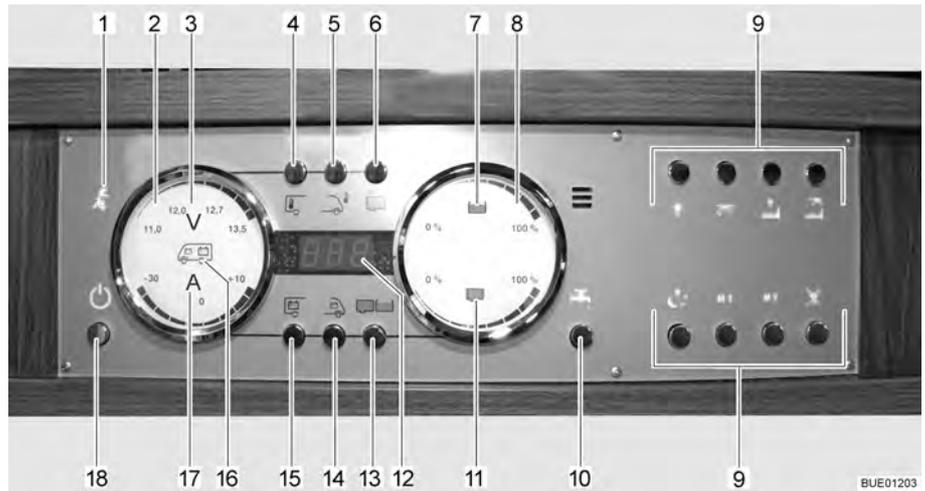

Fig. 111 Pannello di controllo LT 510
La spia di controllo a 230 V (Fig. 111,1) si accende quando all'ingresso della centralina elettrica è presente una tensione di rete.
L'interruttore principale a 12 V (Fig. 111,18) inserisce o disinserisce il pannello di controllo e l'alimentazione a 12 V dell'abitacolo.
- Premere brevemente il tasto dell'alimentazione a 12 V (Fig. 111,18). L'alimentazione a 12 V dell'abitacolo è inserita. L'indicatore di controllo "12 V" si accende.
- ▷ Se dopo l'accensione il LED "11,0" dell'indicazione dei Volt nonché il simbolo dei Volt "V" (Fig. 111,3) nell'indicatore delle batterie (Fig. 111,2) lampeggiano, significa che la tensione della batteria dell'abitacolo è insufficiente. Caricare la batteria.
- ▷ Se dopo l'accensione l'indicatore di controllo "12 V" e il simbolo dei Volt "V" (Fig. 111,3) lampeggiano tre volte, significa che la separazione della batteria è attivata. Disattivare la separazione della batteria.
- Premere brevemente il tasto dell'alimentazione a 12 V (Fig. 111,18). L'alimentazione a 12 V dell'abitacolo è disinserita. L'indicatore di controllo "Alimentazione a 12 V" si spegne.
- Premere il tasto della batteria dell'abitacolo (Fig. 111,15) e tenerlo premuto per ca. 10 secondi. Il simbolo dei Volt "V" (Fig. 111,3) e l'indicatore di controllo "12 V" lampeggiano tre volte. La batteria dell'abitacolo è separata dalla rete di bordo da 12 V.
- Premere il tasto "Alimentazione a 12 V" (Fig. 111,18) e tenerlo premuto per ca. 5 secondi. Il simbolo dei Volt "V" (Fig. 111,3) e l'indicatore di controllo "12 V" lampeggiano tre volte. La batteria dell'abitacolo è collegata alla rete di bordo a 12 V. L'indicatore di controllo si accende dopo ca. 5 secondi.
- Premere il tasto della batteria dell'abitacolo (Fig. 111,15). Il simbolo dei Volt "V" (Fig. 111,3) si accende. Il simbolo degli Ampere "A" (Fig. 111,17) si accende con luce bianca o rossa a seconda del livello di carica o scarica delle batterie. La tensione della batteria e la corrente della batteria dell'abitacolo sono indicate dai LED sul pannello di controllo.
- Premere il tasto della batteria di avviamento (Fig. 111,14). Il simbolo dei Volt "V" (Fig. 111,3) si accende. La tensione della batteria della batteria di avviamento viene indicata attraverso i LED nell'indicatore.
- Premere il tasto dei serbatoi (Fig. 111,13). I simboli del serbatoio dell'acqua (Fig. 111,7) e del serbatoio delle acque grigie (Fig. 111,11) si accendono. I livelli di riempimento del serbatoio dell'acqua (scala superiore) e del serbatoio delle acque grigie (scala inferiore) sono indicati dai LED nell'indicatore.
Il simbolo del serbatoio dell'acqua (Fig. 111,7) o il simbolo del serbatoio delle acque grigie (Fig. 111,11) lampeggia se il serbatoio dell'acqua è vuoto o il serbatoio delle acque grigie è pieno.
Attraverso l'indicatore digitale (Fig. 111,12) è possibile visualizzare la temperatura interna e la temperatura esterna.